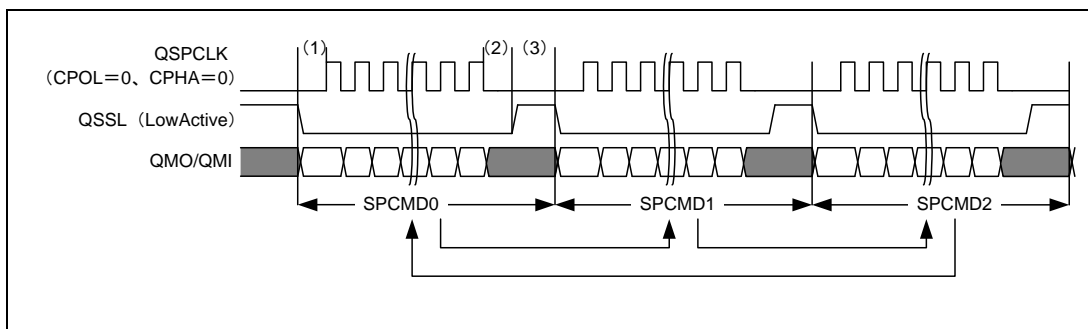

図 18.11 シーケンス制御動作例
シーケンス制御レジスタを H'02 に設定し、SPCMD0~2 を用いてシーケンスを構成したときの動作例を図 18.11 に示します。図中 QMO/QMI の灰色部は無効データを表します。また、図中 (1) ~ (3) は以下を示します。